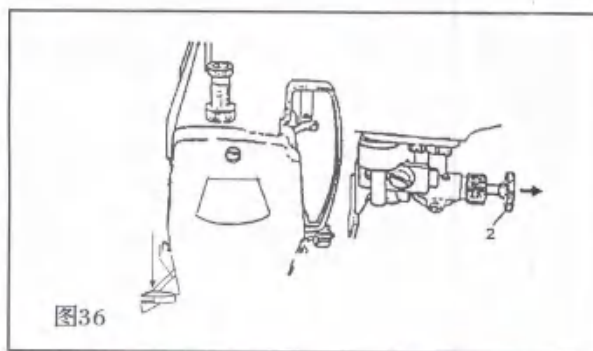
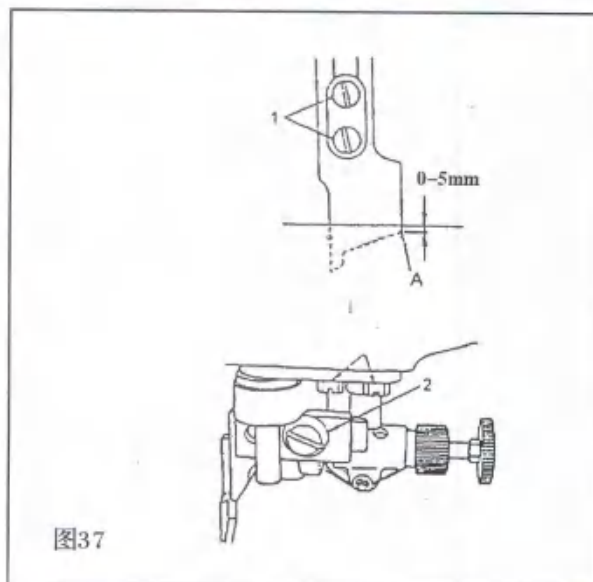

图36
图37
31. 切刀的操作与安装 (图36、图37)
OPERATON AND INSTALLATION OF CUTTER (FIG.36, FIG.37)